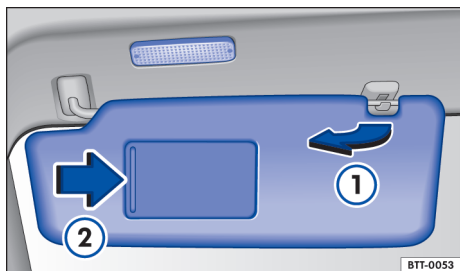

Fig. 69 Para-sol.
- Retirar do suporte e girar na direção das portas → Fig. 69 ①.
No para-sol rebatido para baixo há um espelho de cortesia atrás de uma cobertura. Ao abrir a cobertura → Fig. 69 ② uma lanterna se acende.